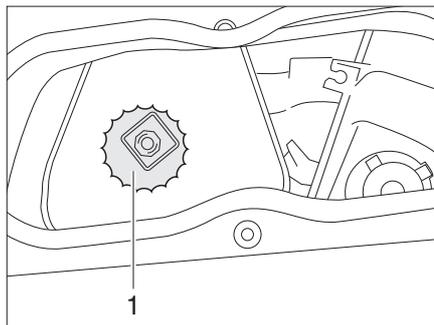

Bild 28 Deckel am Kühlwasser-Ausgleichsbehälter
- Den Deckel (Bild 28,1) vorsichtig öffnen und Druck entweichen lassen.
- Den Deckel (Bild 28,1) wieder auf den Kühlwasser-Ausgleichsbehälter schrauben.